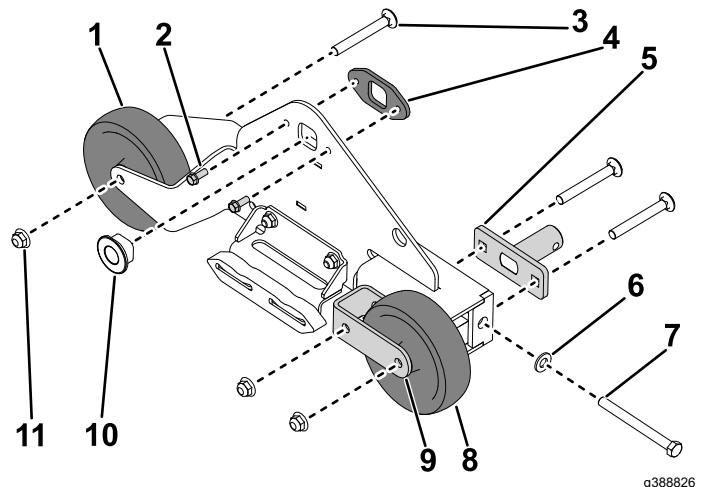

Рисунок 2
- Снимите каретный болт ($\frac{3}{8}$ x 3 дюйма), втулку натяжителя и контргайку ($\frac{3}{8}$ дюйма), которые крепят левый опорный каток к опоре гусеницы (Рисунок 2). Снимите каток.
- Снимите каретный болт ($\frac{3}{8}$ x 3 дюйма), втулку натяжителя и контргайку ($\frac{3}{8}$ дюйма), которые крепят правый опорный каток к вилке опорного катка и опоре гусеницы (Рисунок 2). Снимите каток.
- Отверните каретный болт ($\frac{3}{8}$ x 3 дюйма) и контргайку ($\frac{3}{8}$ дюйма), которые крепят вилку опорного катка к опоре гусеницы. Снимите вилку опорного катка с опоры гусеницы (Рисунок 2).
- Снимите втулку оси (Рисунок 2).
- Отверните 2 винта ($\frac{1}{4}$ x $\frac{5}{8}$ дюйма), которые крепят опору втулки оси к опоре гусеницы. Снимите опору втулки оси (Рисунок 2).
- Отверните винт ($\frac{3}{8}$ x 4 дюйма), снимите втулку натяжителя и шайбу ($\frac{3}{8}$ дюйма), которые крепят натяжитель к креплению опорного катка (Рисунок 2). Снимите натяжитель.